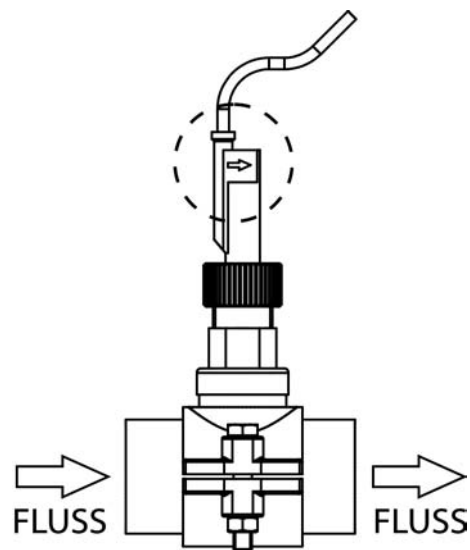

Abb. 14-2
3. Auf dem Flussdetektorkopf ist ein Pfeil markiert. Darauf achten, dass der Pfeil parallel zur Rohrachse steht und in Wasserflussrichtung zeigt (Abb. 14-2).